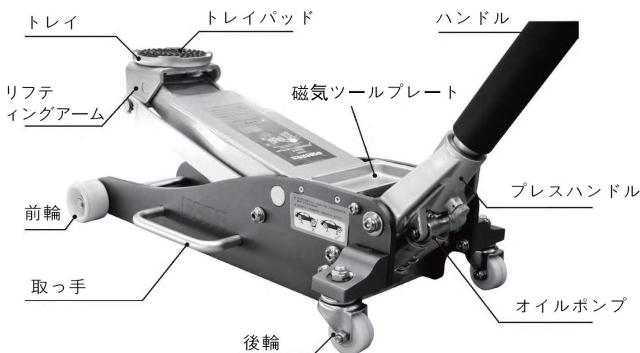

図1
- ハンドルをハンドホールに差し込みます（図1参照）。
- c) ハンドルを反時計回りに回し（図1参照）、油戻し弁を開きます。